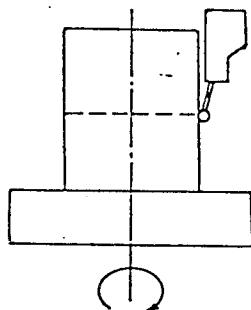

図5-14
① 測定準備
- (1) 測定物をテーブル上に取付ける。
- (2) 真円度測定の場合は図5-14のように測定円周の位置を決める。
- (3) 測定する各円周の偏心（平面度・平行度では測定物の傾き）による測定部の検出出力モニタメータの指針の振れがほとんど無くなるように、センタリング・チルチング調整を行う。